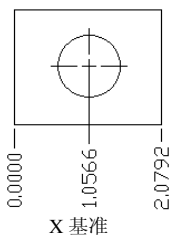

图 4-54 X 基准坐标标注
(2) “X 基准”选项用来测量 X 坐标并确定引线和标注文字的方向,此选项处于选中状态后,将显示“引线端点”提示,从中可以指定端点,如图 4-54 所示。